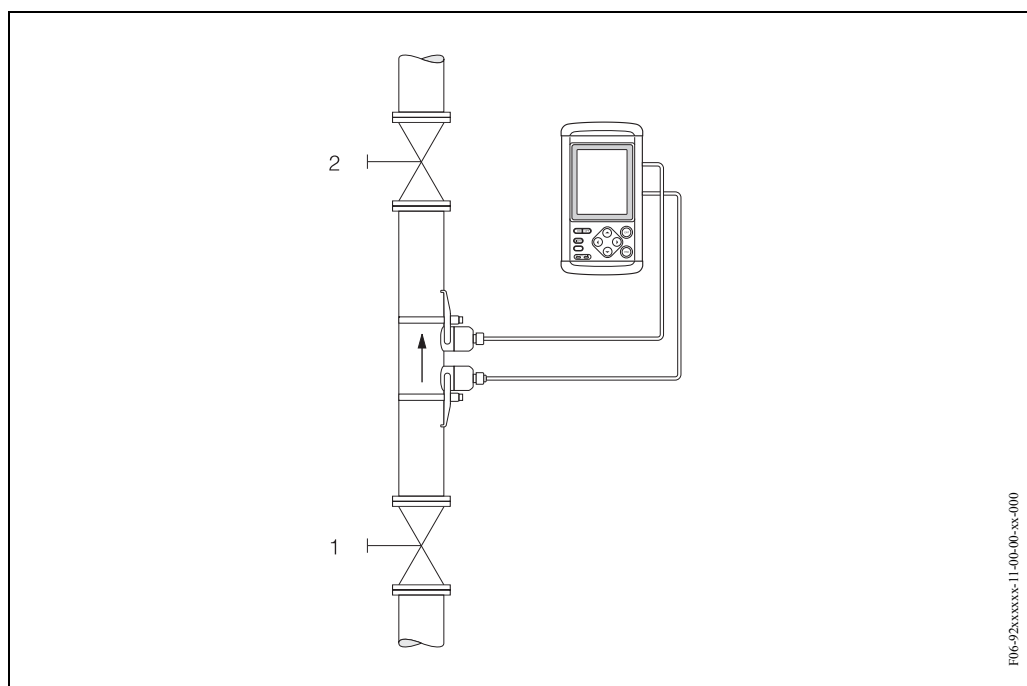

Fig. 34: Reglarea punctului zero și supapele de închidere
- Reglarea punctului zero se realizează cu conductă umplută complet și cu curgere zero ($v = 0$ m/s). Această condiție poate fi îndeplinită, de exemplu, cu ajutorul supapelor de închidere din amonte și/sau aval ale intervalului de măsurare sau utilizând supapele și vanele existente (Fig. 34).